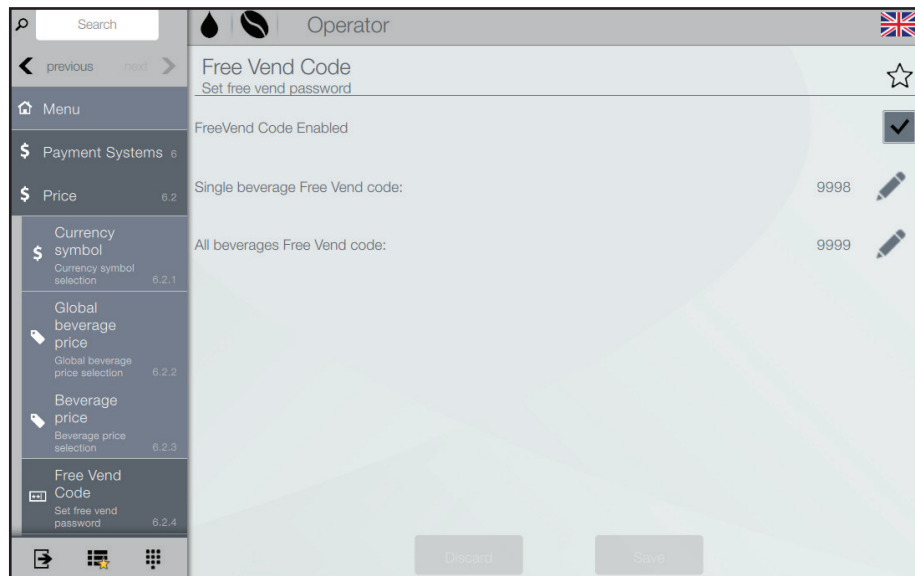

Рис. 7.1 - Код бесплатной продажи
- Активировать/деактивировать/модифицировать код бесплатной продажи (рис. 7.1)